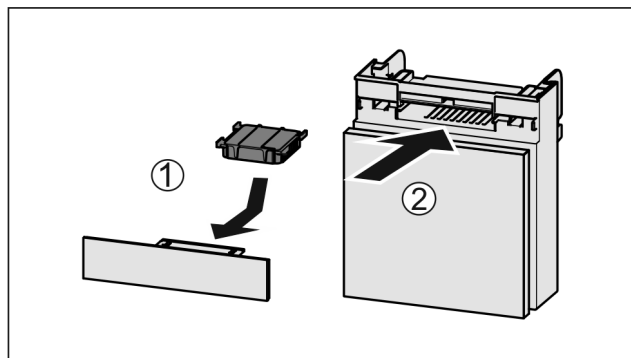

Fig. 158
- Aktivni ogljeni filter vstavite Fig. 158 (1) skladno s prikazom na sliki.
- Predal potisnite noter Fig. 158 (2).